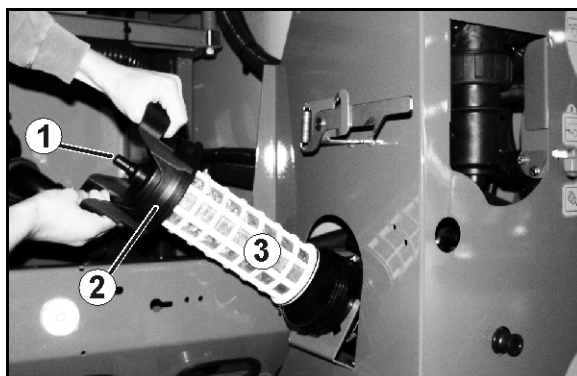

Fig. 123
Rengør sugefilteret (Fig. 123) dagligt efter rengøringen af marksprøjten.
1. Løsn sugefilterets dæksel (Fig. 123/2).
2. Tag dæksel og sugefilter (Fig. 123/3) af og rengør disse med vand.